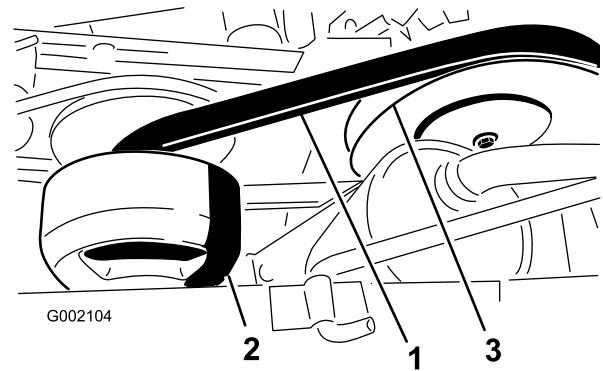

Bild 52
3. Drehen und prüfen Sie den Riemen (Bild 52) auf überdurchschnittliche Abnutzung oder Schäden. Tauschen Sie den Riemen bei Bedarf aus.
1. Drehen Sie den Riemen und verlegen ihn über die sekundäre Kupplung (Bild 52).
2. Nehmen Sie den Riemen von der primären Kupplung (Bild 52).